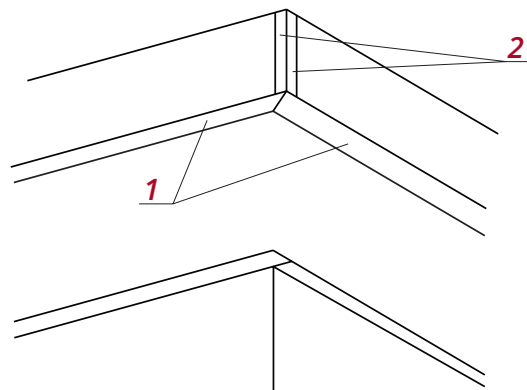

Рис. 12
■ На торцах лобовой доски, например, на переходе от карниза к фронтому, для обрамления J-фаски 1 можно использовать Финишную планку 2 или сделать загиб края, чтобы скрыть кромку (рис. 12).